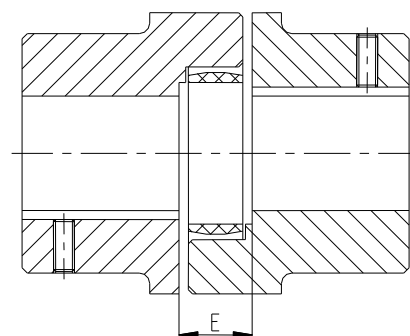

Bild 11: Kopplingsinbyggnad
- Förskjut aggregaten axiellt tills E-måttet uppnås (se bild 11).